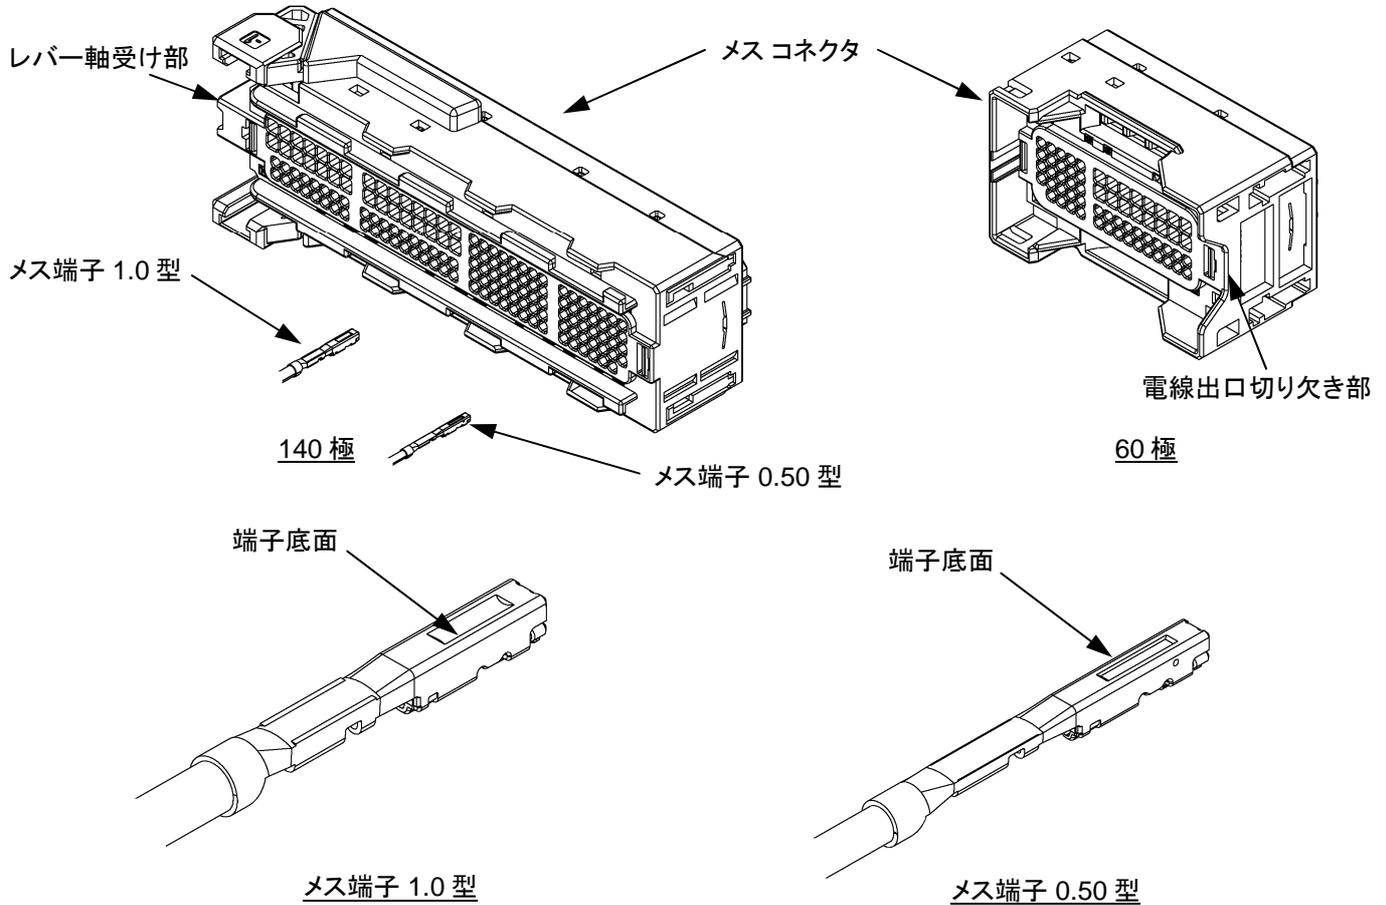

Fig.12
- (4) Fig.12 のように 140 極はレバー軸受けを『左』に 60 極は電線出口の切り欠き部を『右』に向けた状態で、0.5/1.0 メス 端子の底面を『上』に向け、リセプタクル端子を可能な限り真っ直ぐキャビティ(穴)に挿入します。端子がハウジング・ランスにより係止され、それ以上挿入できなければ挿入作業は完了です。